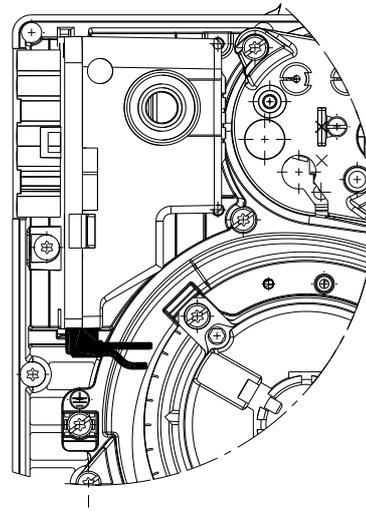

Fig. 21
- Verificare il corretto inserimento dei connettori dei collegamenti seguendo la simbologia riportata sul fondo dell'apparecchiatura di controllo fiamma: assicurarsi che i connettori siano completamente inseriti spingendoli fino in fondo, ognuno nella propria posizione di appartenenza. Tutti i connettori devono risultare con i cavi di collegamento rivolti verso l'interno del bruciatore (Vedi Fig. 21).